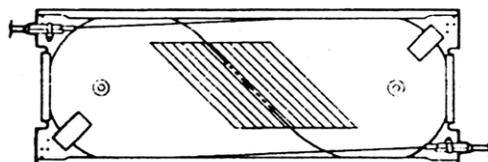

Figura 55
16.5 Acomode las fibras desnudas en la bandeja sujetando los cantos con la misma cinta de fieltro que fue utilizada para enrollar la punta del tubo “loose” y vuelva a colocar la tapa (Figura 55).